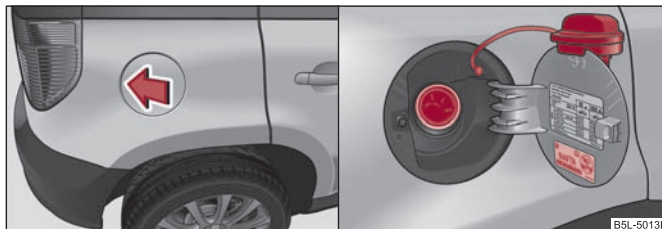

Fig. 11 Parte trasera del vehículo, lado derecho: Tapa del depósito / tapa del depósito con el tapón desenroscado
- Presione en el centro de la sección izquierda de la tapa del depósito en la dirección de la flecha ⇒ fig. 11.
- Desenroscar hacia la izquierda el tapón de cierre del depósito y colocarlo por arriba en la tapa del depósito ⇒ fig. 11.